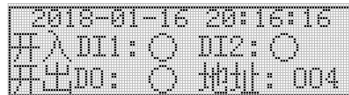

图 5 开入开出状态显示界面 Figure 5 Open status display interface
模块实时值界面，按下 键进入开入开出状态显示界面，如下图 5 所示
Module real-time value interface, press the key to enter open status display interface, as shown in Figure 5
- **地址后的数字：** 代表当前主模块的地址标号，如图 5 所示主模块地址为 004。
- The number after the address: represents the address label of main module, as shown in Figure 5, the main module address is 004.
③ 复位自检界面 Reset self-test interface